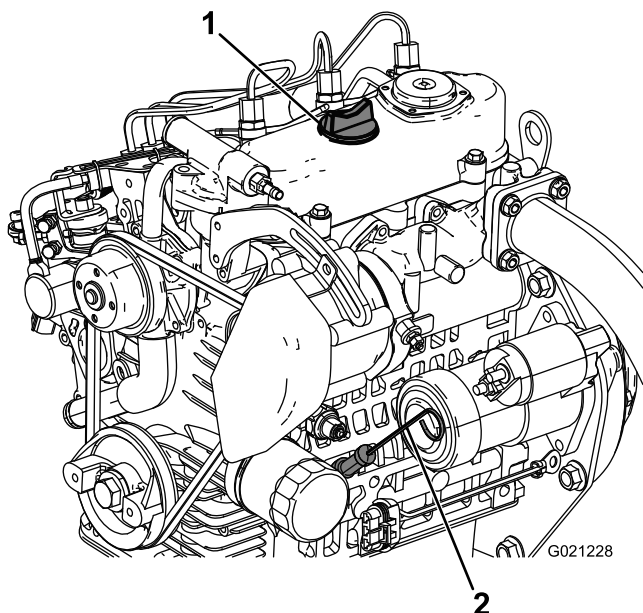

図 13
2. ディップスティック(図 13)を抜き、ウェスで一度きれいに拭く。ディップスティックを、チューブの根元までもう一度しっかりと差し込む。ディップスティックをもう一度抜きとって、オイルの量を点検する。
3. オイルの量が不足している場合は、補給口のキャップ（図 13）を取り、ディップスティックの FULL マークまで補給する。